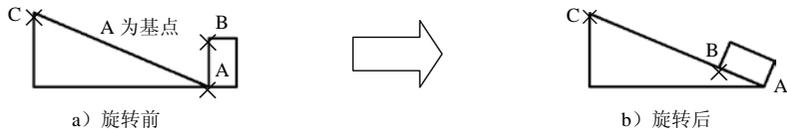

图 6.2.5 利用“参照 (R)”选项旋转对象
选项说明：提示 **指定旋转角度，或 [复制(C)/参照(R)] <0>:** 中的“参照 (R)”选项用于以参照方式确定旋转角度，这种方式可以将对象与图形中的几何特征对齐。例如，在图 6.2.5 中可将矩形的 AB 边与三角形斜边 AC 对齐，下面说明其操作步骤：在命令行中输入命令 ROTATE 并按 Enter 键；选择矩形为旋转对象，按 Enter 键，点 A 为旋转基点；在命令行中输入字母 R 后，按 Enter 键；在命令行 **指定参照角 <0>:** 的提示下，依次单击点 A、点 B 和点 C。